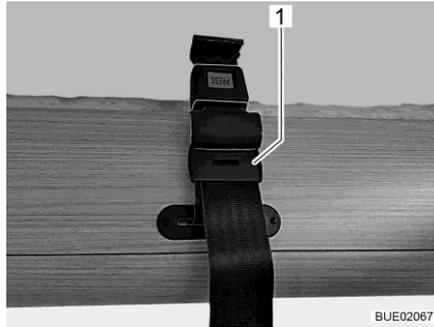
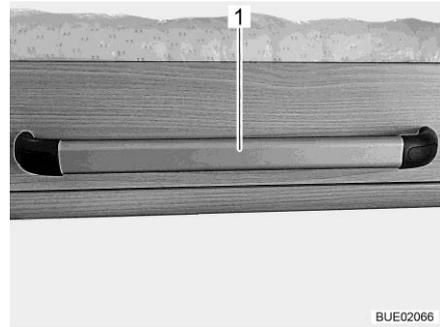

Fig. 136 Cinturón de retención en la cama elevada
Fig. 137 Tirador en la cama elevada (Lyseo Time I)
- Cama elevada con cinturones de retención: Soltar los cinturones de retención (Fig. 136,1) y tirar la cama elevada hacia abajo por el tirador (Fig. 137,1).
- Cama elevada con cinturones de retención: empujar la cama elevada hacia arriba por el tirador (Fig. 137,1). Retener la cama elevada a la derecha y a la izquierda con ambos cinturones de retención (Fig. 136,1).